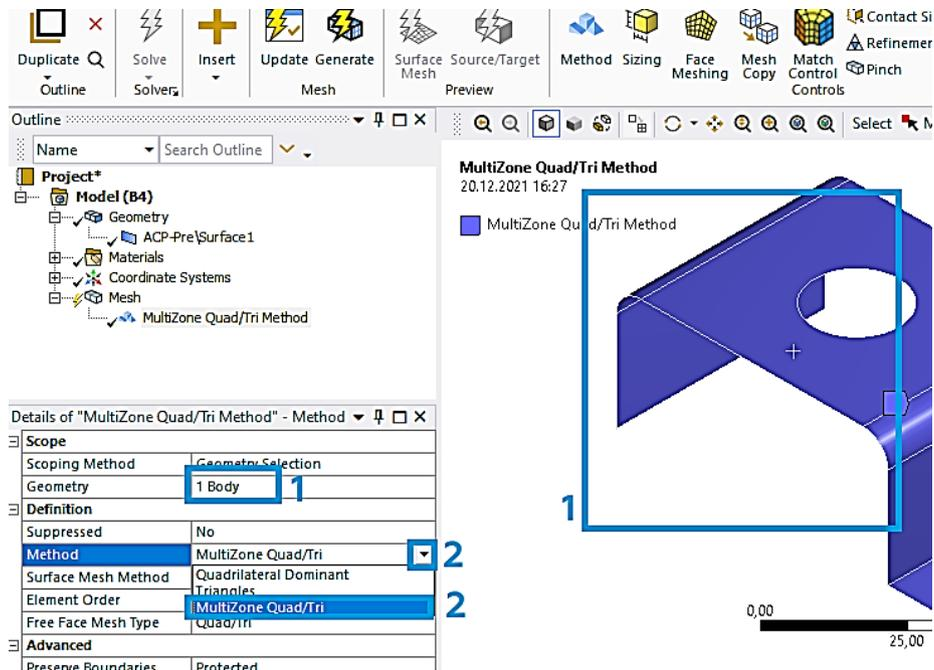

Рис. 15. Задание настроек сетки
- жмем ПКМ на **Mesh** – **Insert** – **Method**, выделяем геометрию (1) и выбираем метод (2) – **Multizone Quad/Tri** (рис. 15);